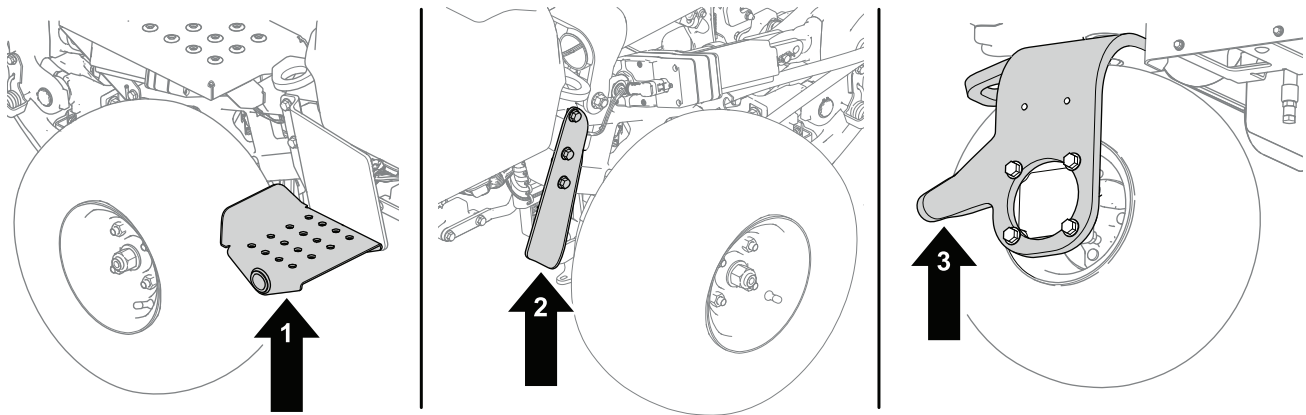

Bild 38
1. Stellen Sie einen Achsständer unter den gewünschten Anhebepunkt (Bild 38):